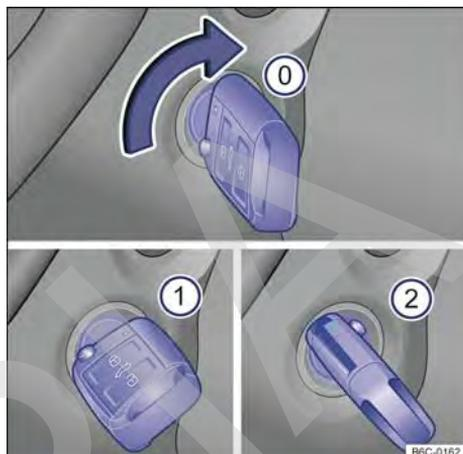

Fig. 90 Al lado del volante de la dirección, a la derecha: posiciones de la llave del vehículo en la cerradura de encendido.
Posiciones de la llave del vehículo → fig. 90
- ① Encendido desconectado. La llave del vehículo puede ser retirada.
- ① Encendido conectado.
- ② Pisar el pedal del freno y encender el motor. Cuando el motor arranque, suelte la llave del encendido. Al soltar, la llave del vehículo vuelve a la posición → fig. 90 ①.
- **Vehículos con cerradura de encendido:** girar la llave del vehículo a la posición → fig. 90 ①. El encendido está conectado. En ese momento la luz de control del sistema de arranque en caliente 🔌 se encenderá en el instrumento combinado. Esperar a que la luz de control 🔌 se apague indicando el final del calentamiento del combustible (esta acción puede ser necesaria en condiciones de arranque con el motor frío).
- **Vehículos con cerradura de encendido:** girar la llave del vehículo en la cerradura de encendido a la posición → fig. 90 ② – no acelerar. Cuando el motor comience a funcionar, soltar la llave del vehículo en la cerradura de encendido.
- *Vehículos con cerradura de encendido*: girar la llave del vehículo en la cerradura de encendido a la posición → fig. 90 .